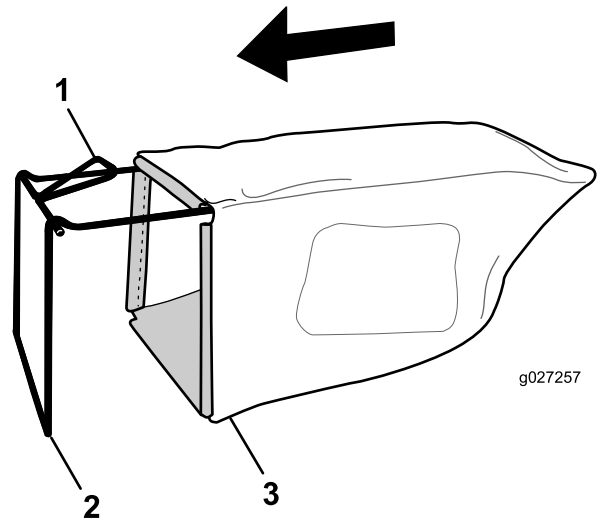

図 9
1. 図 9 に示すように、フレームにバッグを取り付ける。
- 注 ハンドルにバッグを被せないでください 図 9。